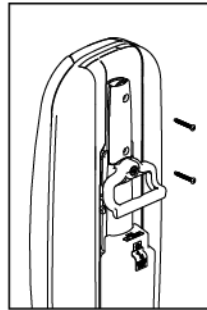
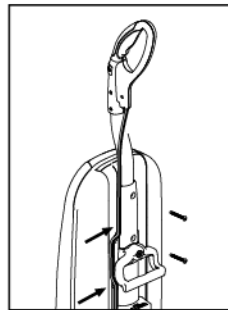

Fig. 1
Fig. 3
- Enlevez la plaque de fixation de la poignée en enlevant les deux vis (Fig. 1).
- Remettez la plaque de fixation de la poignée en place (Fig. 3).
- Serrez les vis qui avaient été enlevées en Fig 1. Installez le cordon dans l'espace situé sur la gauche de la poignée (Fig. 3).